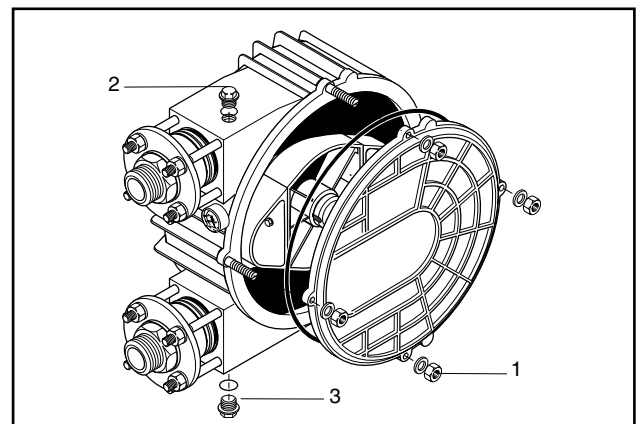

Fig. 27 Pumpehoved
3. Skru skruerproppen (pos. 2, fig. 27) ud, skru olieaftapningsventilens dæksel af (pos. 3, fig. 27), skru tilslutningsstykke på og lad glidemidlet løbe ud i en beholder.
4. Fjern pumpedæksel og O-ring efter at de 4 dækselmøtrikker (pos. 1, fig. 27) er skruet af, og lad det resterende glidemiddel løbe ud af pumpehuset i beholderen.